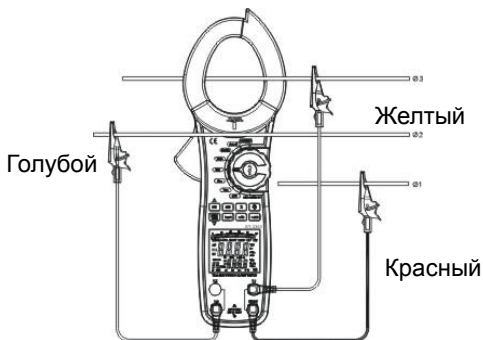

Рис. 15
- При измерении по схеме «3 фазы, 3 провода» удерживать **SEL** в течение 5 секунд, прибор отображает **3φ3W**. Нажать **SEL** повторно в течение 5 секунд для выхода из режима измерения «3 фазы, 3 провода». Подключение прибора по этой схеме измерения показано на рис. 15.
На рис. 15 $\Sigma W = W_2 + W_3$.